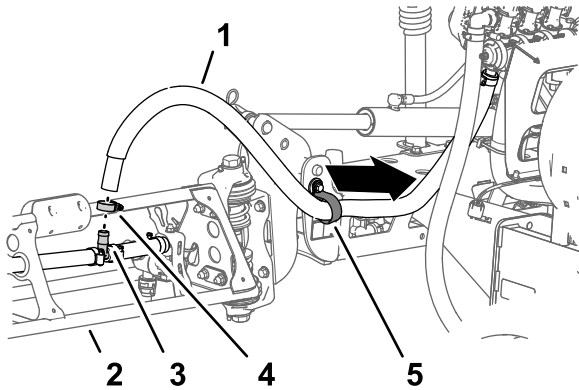

図 35
1. 左右のブームで、給液ホースをバーブ付きT字フィッティングに固定しているホースクランプを外す 図 35。
2. 字フィッティングからホースを取り外す 図 35。
3. ホース端部をRクランプから外す 図 35。